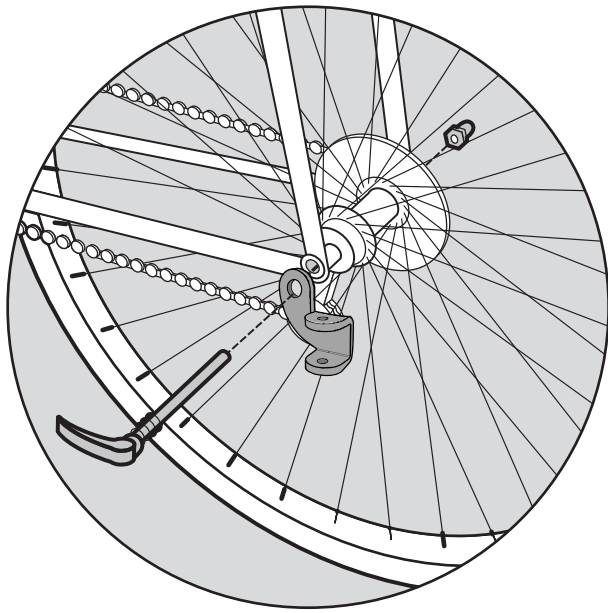

Figure 2
- 1. Installing the hitch to your bike:** Remove quick-release or nut from the left side of bike's rear wheel axle. Install hitch between quick-release or nut and frame (Figure 2). Tighten the quick-release or nut following manufacturer's recommendation. The hitch can remain on the bike when trailer is removed.
- 1. Montage der Anhängerkupplung an Ihrem Fahrrad:** Entfernen Sie den Schnellverschluss oder die Mutter von der linken Seite der hinteren Radachse des Fahrrads. Montieren Sie die Anhängerkupplung zwischen dem Schnellverschluss oder der Mutter und dem Rahmen (Abbildung 2). Ziehen Sie den Schnellverschluss oder die Mutter gemäß den Empfehlungen des Herstellers fest. Die Anhängerkupplung kann am Fahrrad verbleiben, wenn der Anhänger entfernt wurde.
- 1. Installation de l'attelage sur votre vélo :** Retirez le levier de blocage rapide ou l'écrou du côté gauche de l'axe de la roue arrière du vélo. Installez l'attelage entre le levier de blocage rapide ou l'écrou et le cadre (Figure 2). Serrez le levier de blocage rapide ou l'écrou en suivant les recommandations du fabricant. L'attelage peut rester sur le vélo lorsque la remorque n'est pas accrochée.